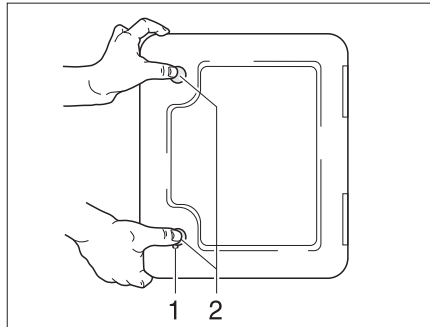

Bild 36 Lucka för toalett-kassett
- Stick in nyckeln i låscylindern i trycklåsets (Bild 36,1) och vrid ett kvarts varv.
- Tryck samtidigt in de två trycklåsen (Bild 36,2) med tummarna och öppna luckan för toalett-kassetten.
- Stick in nyckeln i låscylindern (Bild 36,1) och vrid ett kvarts varv.